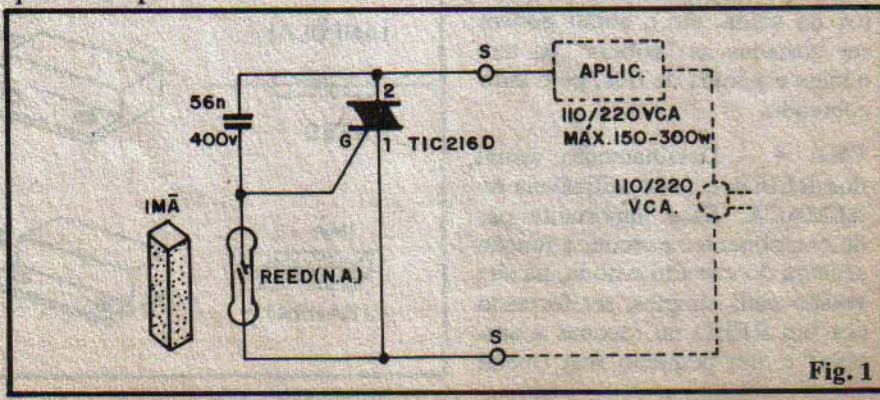

Fig. 1
**FIG. 1** – Diagrama esquemático do circuito do ALMACA. Será muito difícil (provavelmente impossível...) encontrar-se um circuito de alarme tão simples e – ao mesmo tempo – eficaz! Um TRIAC tem seu terminal de comando (*gate*) autorizado através de um capacitor (56n). Uma ampola REED (interruptor magnético de lâminas), entretanto, pode, na presença do campo magnético de um pequeno ímã próximo, "aterrar" o dito terminal de *gate* do TRIAC, com o que este permanece "cortado"...